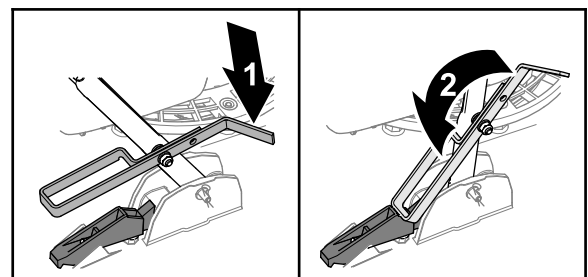

Bild 25
- Um den Holm zu entriegeln, heben Sie den Holm an und drehen Sie den Fußanschlag nach vorne (Bild 25).